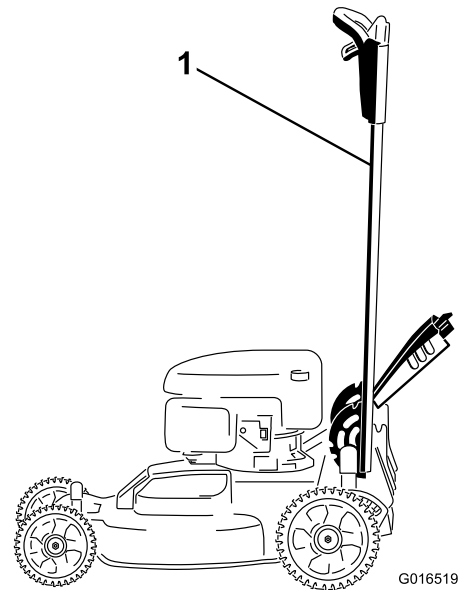

Figura 40
1. Bloquee el manillar en la posición vertical (Figura 40); consulte Ajuste de la altura del manillar (página 11).